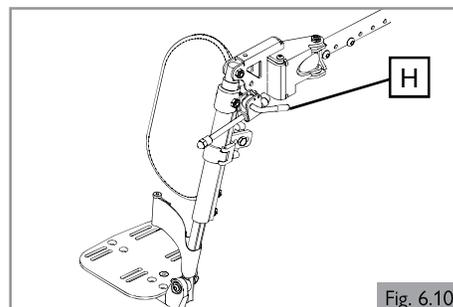

Fig. 6.10
6.6 Reposapiernas elevable (opcional) (Fig. 6.10)